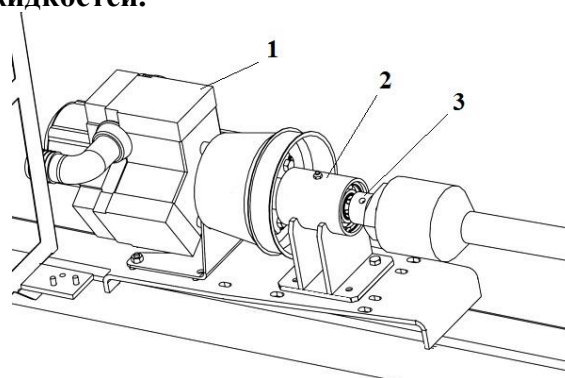

Рис.11 Насос мембранно-поршневой
4.6. Насос (мембранно-поршневой, поршневой, центробежный и др.) (рис.11) предназначен для подачи рабочего раствора на рабочие органы. Никакое другое их применение не допустимо. Мембранно-поршневой насос состоит из трехсекционного корпуса с головками, эксцентрикового вала, трех комплектов поршней, мембран и уплотнительных устройств, воздушной камеры, соединенной системы головок, предохранительного клапана, всасывающего, нагнетательного и сливного штуцеров, масляного бака и кронштейнов крепления. Он требует обязательного наличия в нагнетательном трубопроводе системы дополнительного регулирующего клапана, который в состоянии отвести всю подаваемую жидкость через сливной шланг в бак. Рекомендуется применять клапан, отрегулированный на срабатывание при давлении, превышающем рабочее давление системы на 10%. Все части насосов, вступающие в контакт с агрессивными жидкостями, защищены от коррозии. Мембранно-поршневой насос предназначен для работы при температуре от 3 до 50 град. На бирке насоса указаны частота вращения вала, тип используемого масла и др. Если насос не оборудован предохранительным (регулирующим) клапаном необходимо в линии нагнетания установить предохранительный клапан, способный перепускать весь поток от насоса в бак. Предохранительный клапан, установленный в линии нагнетания, должен срабатывать, если давление превысит на 10% максимальное давление, рекомендованное в системе.